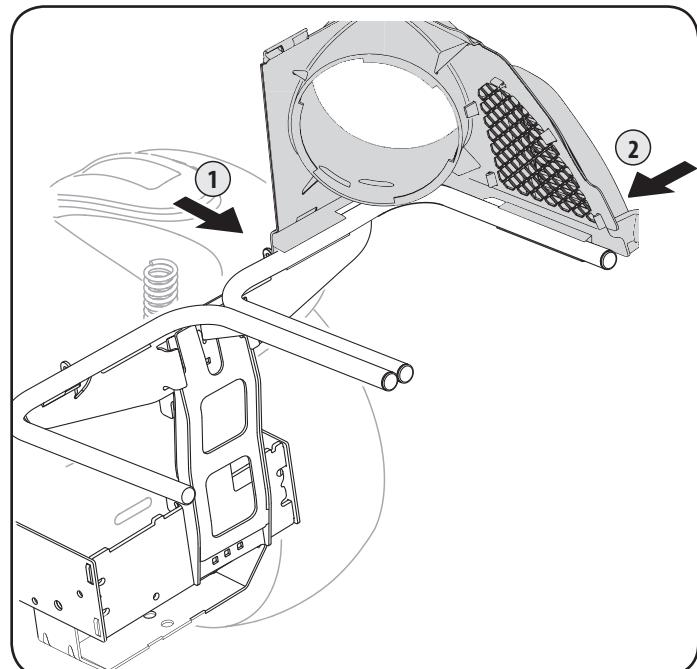

Figura 13
1. Incline el frente del soporte del canal superior ligeramente hacia adelante y ajuste a presión el pestillo del lado frontal al riel, como se indica en (1) de la Figura 13. Deslice el broche detrás de la lengüeta.
2. Coloque a presión en su lugar el soporte del canal superior colocando primero el lateral sobre el riel de soporte de la embolsadora con el borde que calza a presión alineado con la línea roja, consulte (2) en la Figura 13.